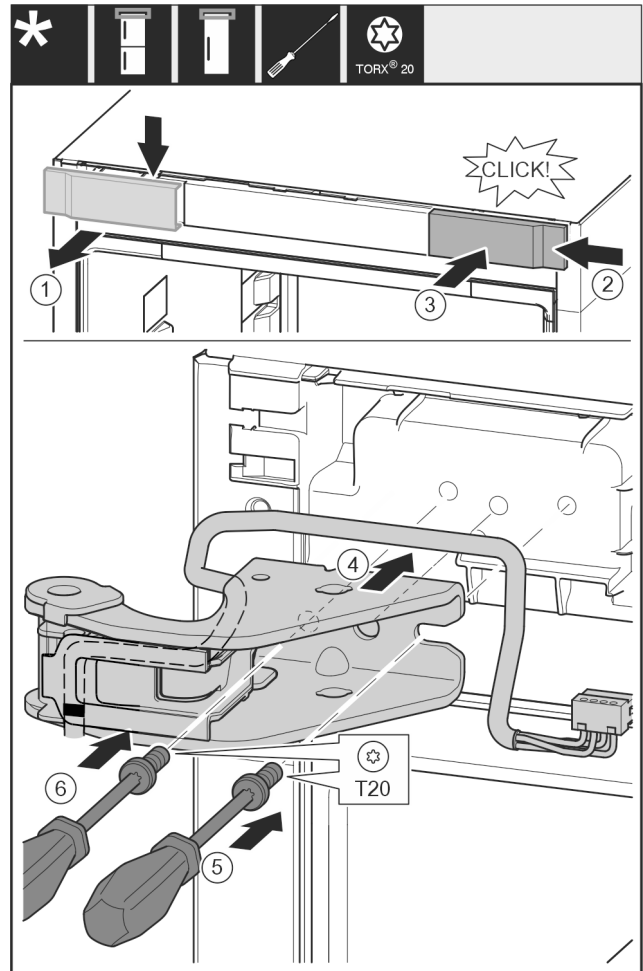

Fig. 32
- ▶ Ta av skyddet genom att dra det uppåt och framåt. Fig. 32 (1)
- ▶ Vrid skyddet 180° och haka i det på andra sidan från höger. Fig. 32 (2)
- ▶ Tryck fast skyddet. Fig. 32 (3)
- ▶ Sätt på den övre lagerbocken. Fig. 32 (4)
- ▶ Sätt i och dra åt skruven med skruvmejsel T20. Fig. 32 (5)
- ▶ Sätt i och dra åt skruven med skruvmejsel T20. Fig. 32 (6)